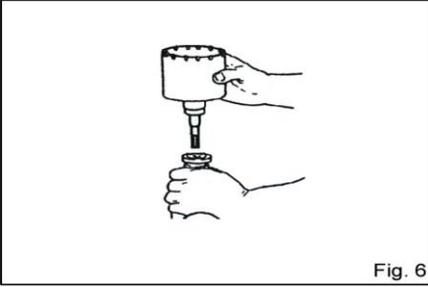

Fig. 6
- (2) تثبيت ساق الريشة الأساسية داخل مطرقة دائرية (حسب تثبيت س دي س) بالاضافة الى ريشة المثقاب. (Fig. 6)
- (3) ادراج المسمار المركزي الى لوحة الدليل حتى انه يصل الى أقصى درجة.
- (4) تزويد في لوحة دليل من خلال محاذاة جزء كونافد لها مع طرف ريشة الأساسية. عندما يتحول وضع المقعر عن طريق تحويل لوحة